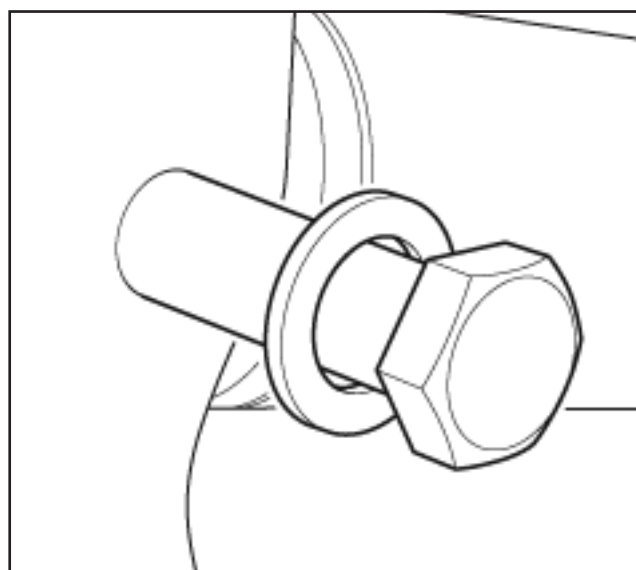

Fig 3.15
1. Positionner l'oeil supérieur de l'amortisseur et poser le boulon de fixation et la rondelle supérieurs depuis la face extérieure (figure 3.15).